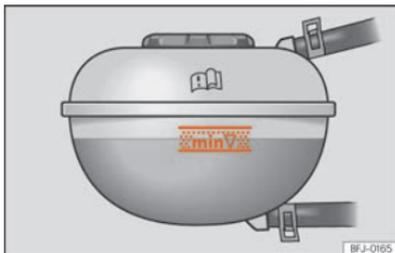

Fig. 180 En el vano delantero: marca en el depósito de expansión del líquido refrigerante.
- Con el motor frío, compruebe el nivel del líquido refrigerante en las marcas laterales del depósito de expansión » » » fig. 180. El nivel del líquido refrigerante deberá encontrarse entre las marcas.
- El nivel del líquido refrigerante deberá encontrarse entre las marcas del depósito de expansión »» **fig. 180. No rebase nunca el borde superior de la zona marcada** »» .
- Al añadir líquido refrigerante, no rebase el borde superior de la zona marcada »» **fig. 180.** De lo contrario, cuando suba la